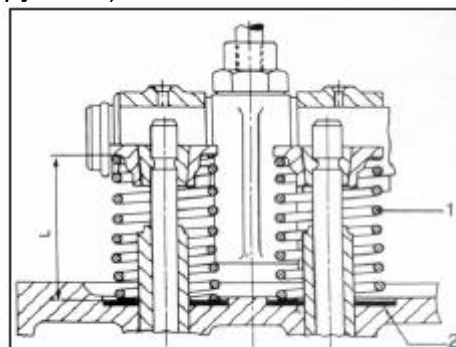

РИС. 86
- 5) После обработки седла клапана и разделительной поверхности головки цилиндра, необходимо проверить длину пружины клапана, когда она установлена (клапан полностью закрыт). Длина пружины клапана в установленном виде может поддерживаться в пределах технических характеристик с помощью шайбы соответствующей толщины, положенной под пружину клапана (рис. 86 где 1-пружина клапана, 2-шайба регулировочная, L-длина установленной пружины).